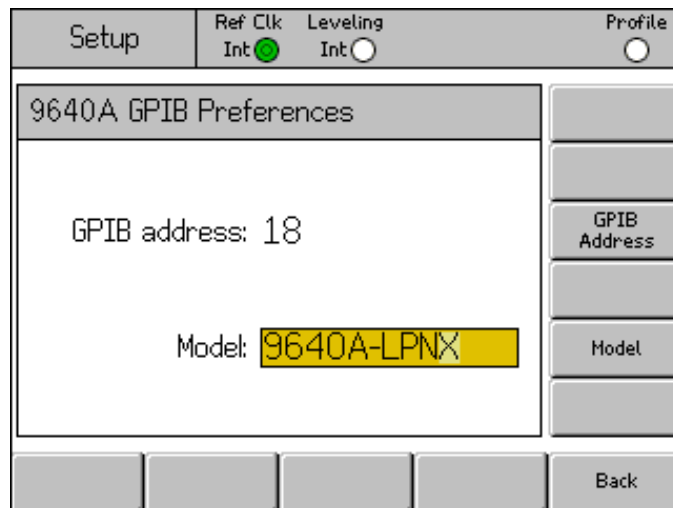

图 3-23.9640A GPIB 首选项中的型号（条目）
7. 必要时使用“型号”功能键突出显示“型号”字段。参见图 3-23。该字段对应所选仿真特性的 *IDN? 响应的 <model> 部分。型号字段只为支持 *IDN? 的仿真特性进行显示。